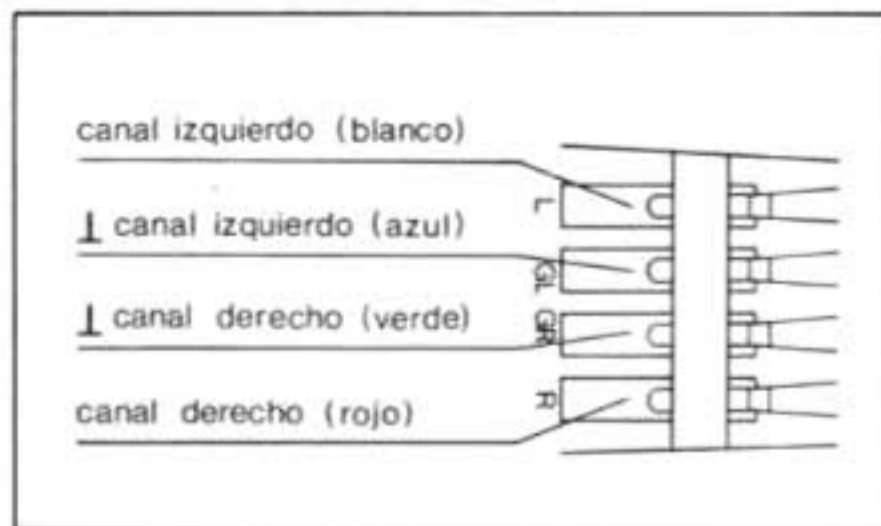

Fig. 13
3. Las conexiones del portacápsulas poseen una señalización por medio de colores (fig. 13). Conecte las clavijas de la cápsula con los contactos correspondientes del portacápsulas.